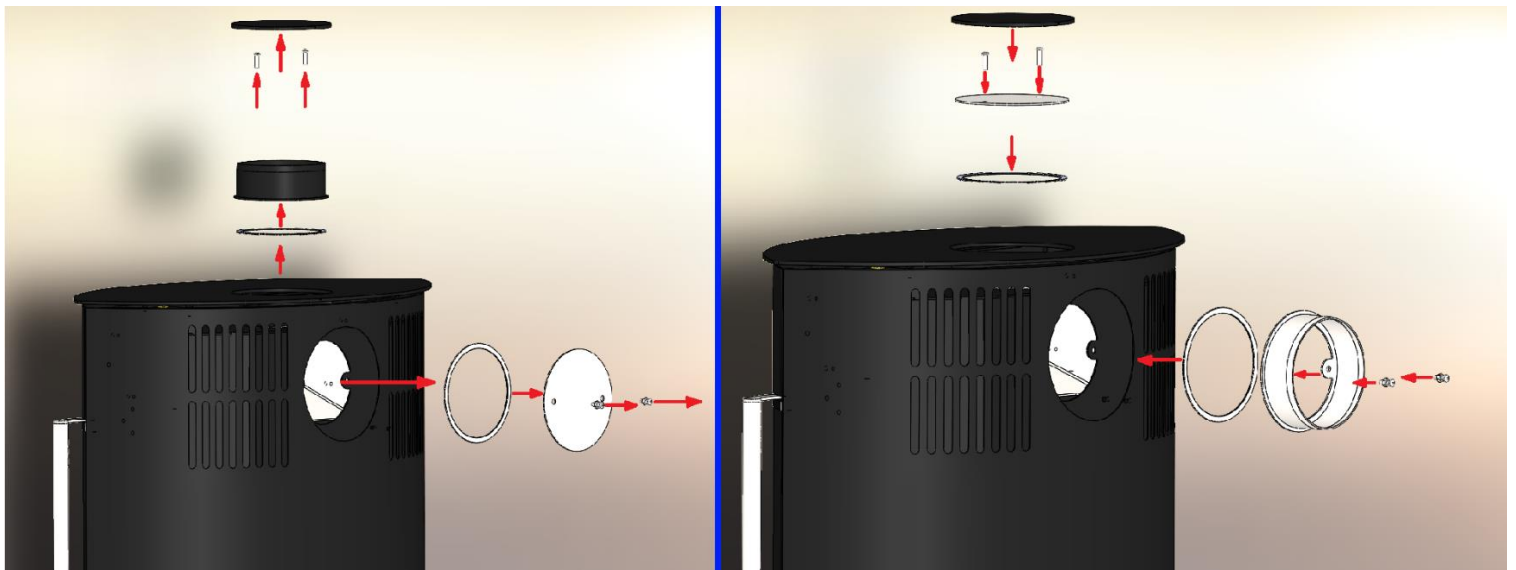

Abbildung 2 Austausch des Rauchrohranschlusses und des Rauchrohrdeckels
3. Abbildung 2 Austausch des Rauchrohranschlusses und der Abdeckung	Seite 5